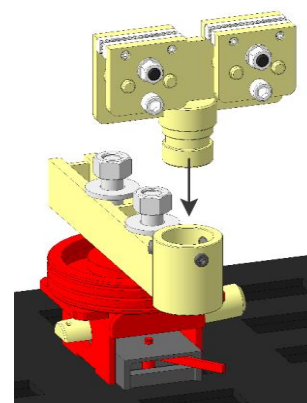

Рисунок 59
- Установите зажим за отбортовку порогов цилиндрическим основанием в гильзу рычага ОПС (не фиксируйте зажимы, см. рисунок 59).